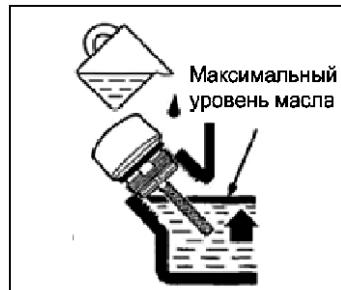

Рис. 8
3. Через маслозаливную горловину залейте моторное масло в картер двигателя до уровня нижней кромки маслозаливной горловины (рис. 8)